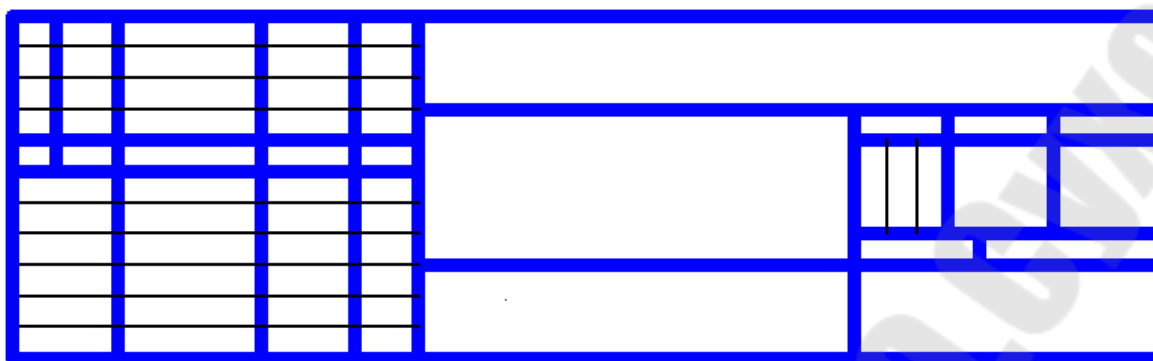

Рис. 2.2. –Толстые и тонкие линии в штампе
6. Вычертим основную надпись чертежа – основной штамп (рис. 2.2).
Перед заполнением наименования основной надписи чертежа необходимо, чтобы веса линий в штампе были такие как на рис. 2.2.